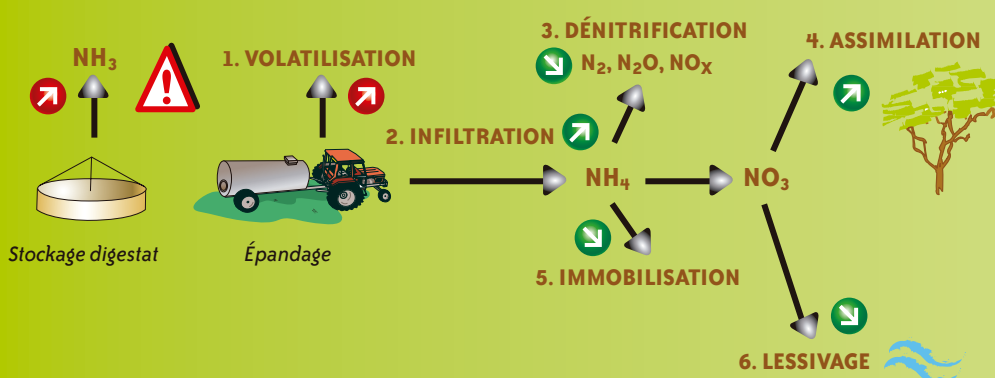

Figure 9 : Amélioration de l'effet azote - (source Solaagro)
- > Réduction de la pollution due au lessivage de l'azote (cf. figure 9)